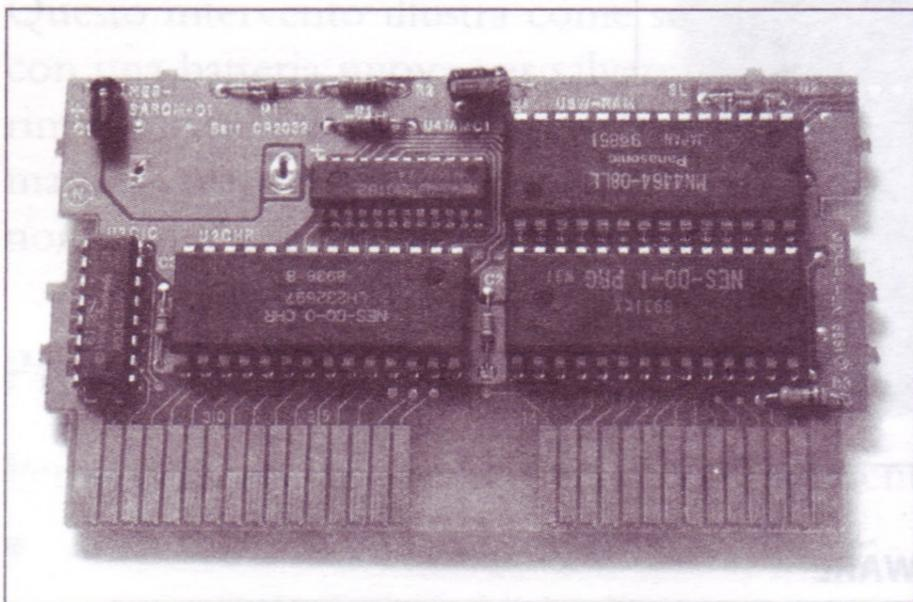

Figura 6.41 Cartuccia di gioco NES con la batteria rimossa.
3. Quando la vecchia batteria sarà stata rimossa, la scheda dovrebbe assomigliare a quella nella Figura 6.41.